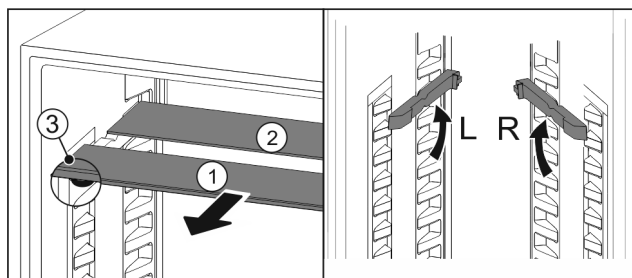

Fig. 125
- ▶ Skleněné desky jednotlivě vytáhněte dopředu Fig. 125 (1).
- ▷ Skleněná deska Fig. 125 (1) s ozdobnou lištou leží vpředu.
- ▷ Zarážky Fig. 125 (3) směřují dolů.